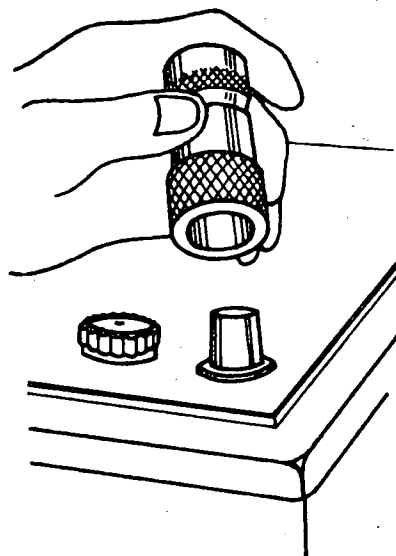

Fig. 2
- d Limpe os bornes da bateria com uma escova de aço ou com a ferramenta recomendada (fig. 2).